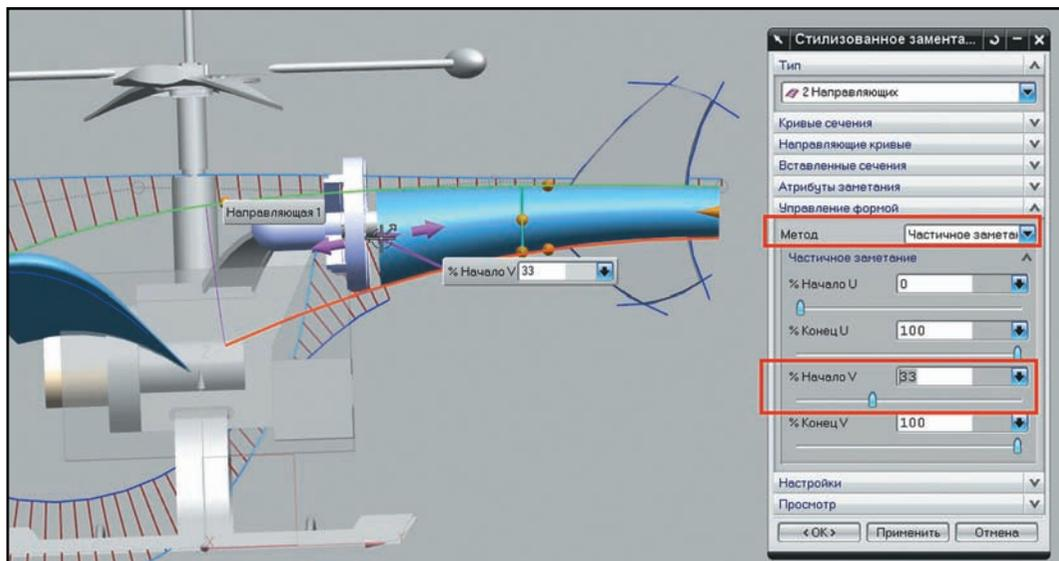

Рисунок 3.28 Регулировка формы поверхности заметания
- Не закрывайте диалоговое окно команды и разверните блок **Управление формой (Shape Control)**. Выберите метод управления **Частичное заметание (Partial Sweep)**. Теперь с помощью ползунков в диалоге или советующих маркеров в графической области отредактируйте получаемую поверхность, как это показано на рис. 3.28. После этого нажмите **ОК** в диалоге построения поверхности.